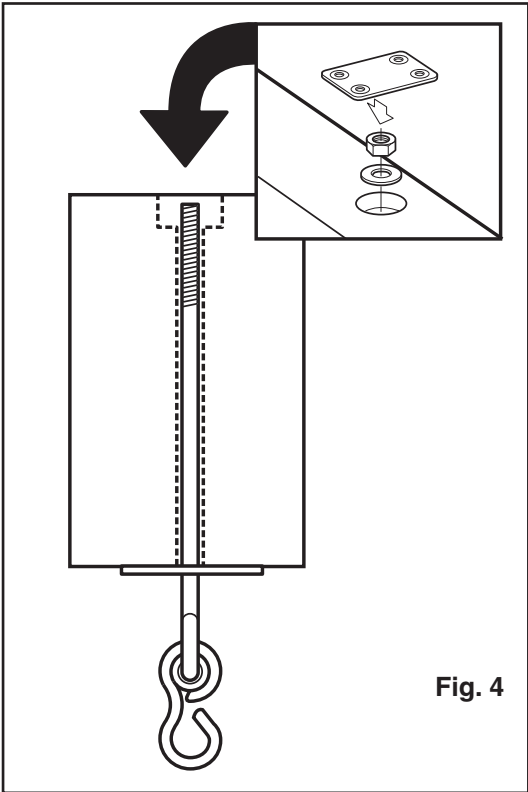

Fig. 4
4. **Choose the location of the swings and trapeze bar.** Insert nylon bushing swing hangers through the bottom beam clamps and corresponding holes and secure using a washer and loc nut (Fig. 4).
4. **Escoja la ubicación de los columpios y de la barra de trapecio.** Inserte los colgadores de columpio con bujes de nilón a través de la parte de abajo de los sostenes de la viga y los huecos correspondientes, y sujete usando arandela y tuerca de traba (Fig. 4).
4. **Choisir l'emplacement des balançoires et du trapèze.** Insérer les crochets de balançoire munis d'une bague en nylon dans les attaches de poutre inférieures et les trous correspondants, puis les fixer solidement avec une rondelle et un écrou de blocage (Fig. 4).